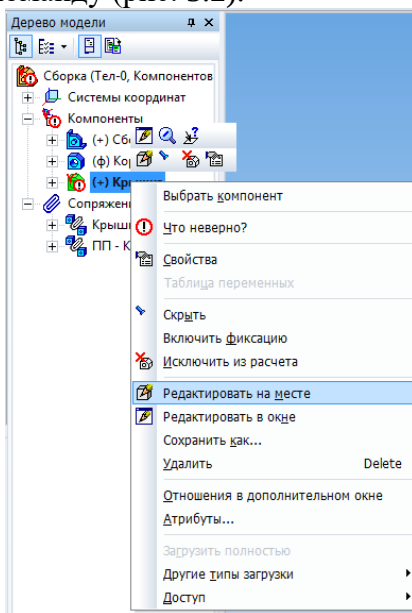

Рис. 5.2. Вызов команды ***Редактировать на месте***
1. Режим ***редактирования на месте*** также вызывается если в дереве сборки на крышке в контекстном меню выбрать соответствующую команду (рис. 5.2).